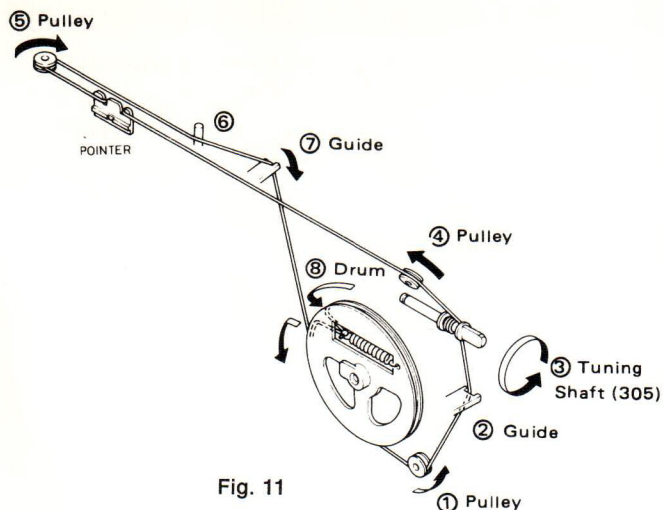

Fig. 11
Skallinans dragning (fig 11)
1. Sätt fast skallinan i fjädern (302) och fäst fjädern i linhjulet (307).
2. Drag linan i den ordningsföljd som visas i fig 11.
3. Sätt fast skalvisaren (311).
Dial cord stringing (fig 11)
Verlegung des Skalenseiles (Fig. 11)
1. Befestigen Sie das Skalenseil an der Feder (302) und danach diese selbst am Seilrad (307).
2. Verlegen Sie das Seil gemäss Fig. 11.
3. Setzen Sie den Skalenzeiger (311) auf das Seil.